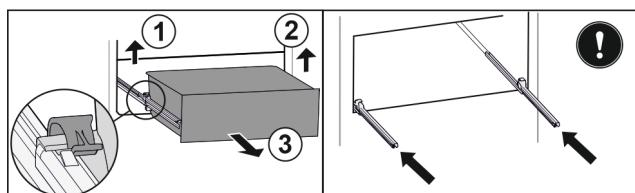

Fig. 119
- Повдигнете лявата скоба и едновременно с това изтеглете напред чекмеджето отляво. Fig. 119 (1)
- Повдигнете дясната скоба и едновременно с това изтеглете напред чекмеджето отдясно. Fig. 119 (2)
- Извадете чекмеджето напред. Fig. 119 (3)